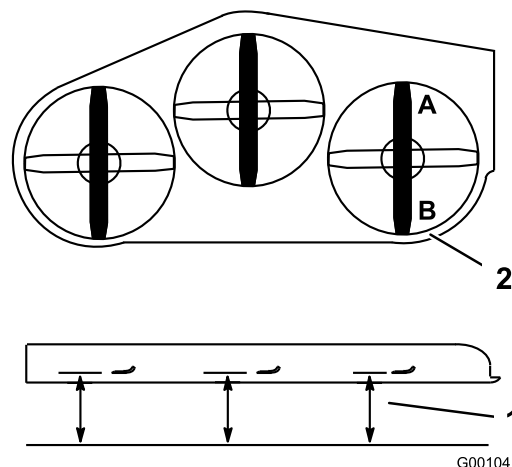

Figure 82
- Tournez la lame droite dans le sens longitudinal (Figure 82).
- Mesurez la distance au point **A** entre la surface plane et le tranchant de la pointe de la lame droite (Figure 82).
- Mesurez la distance au point **B** entre la surface plane et le tranchant de la pointe de la lame droite (Figure 82).
- La lame doit être plus basse de 6 à 10 mm au point **A** qu'au point **B** (Figure 82). Si ce n'est pas le cas, passez aux étapes suivantes.